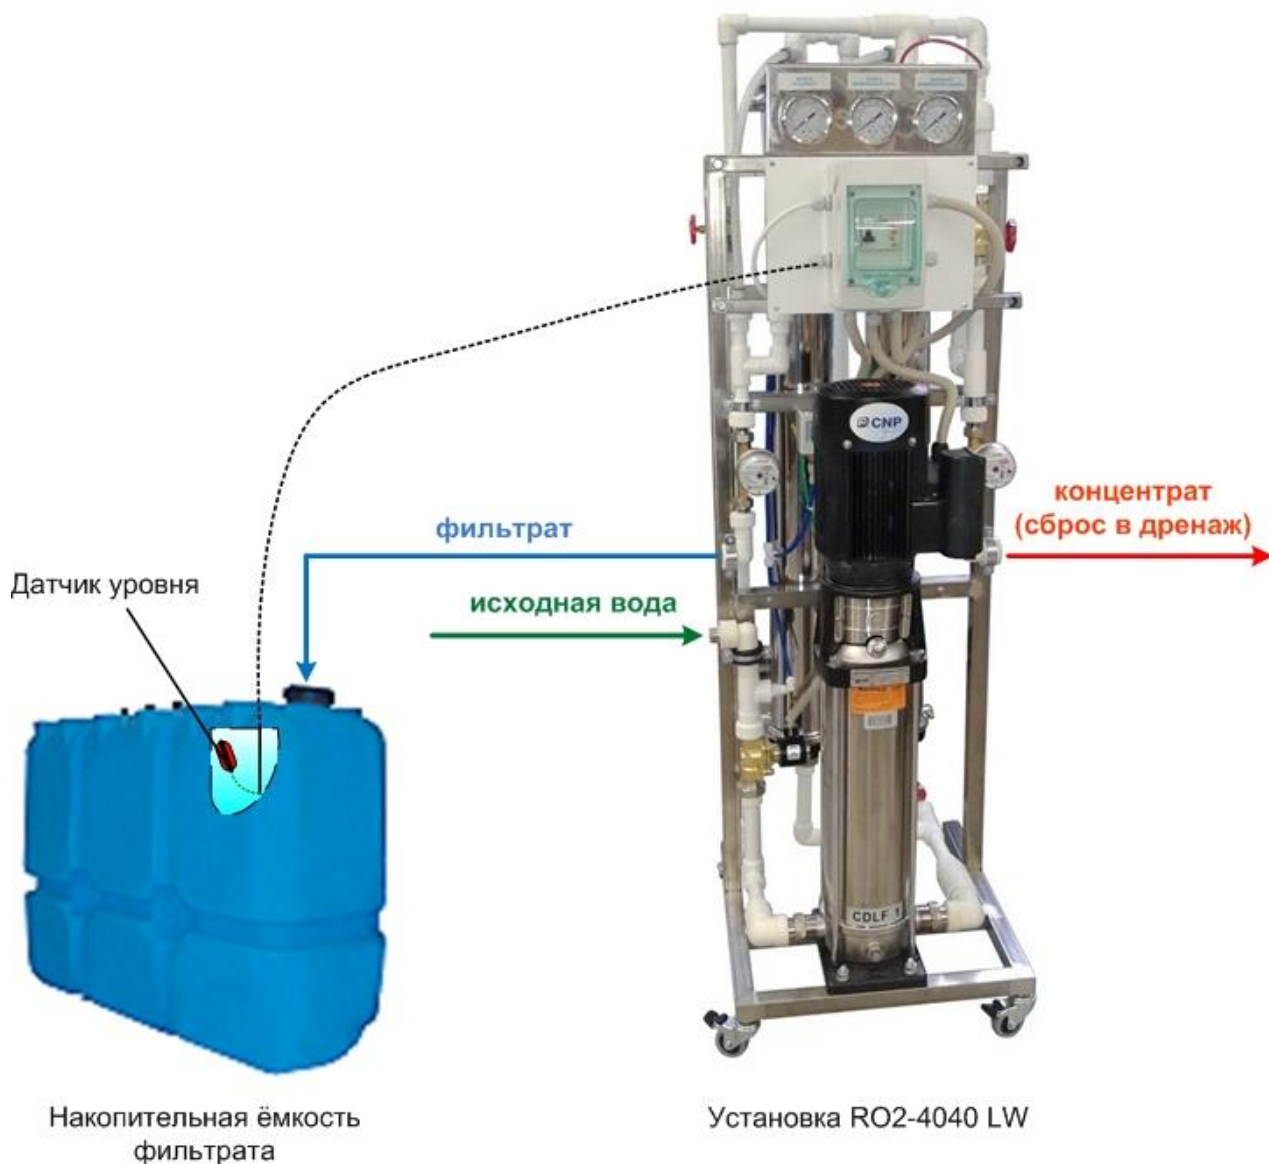

Рис. 4 Подключение трубопроводов к установке.
3.1.2. Подключить установку к магистрали исходной воды (давление – не менее 1,5 бар, расход не менее 1200 л/час), выход фильтрата – к отводящей магистрали чистой воды, выход концентрата – к дренажной системе (сброс – не менее 700 л/час) (см. рис. 4). Рекомендуется на входе и выходе установки поставить отсекающие краны. Для нормальной работы установки потребитель должен обеспечить качество исходной воды не хуже указанного в табл.1.